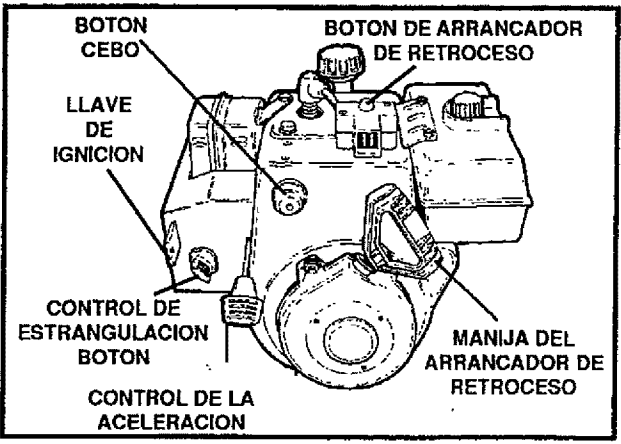

FIG. 3
- Para parar el motor, empuje la palanca de control de la aceleración a apagado (PARAR) y hable hacia afuera (NO ROTE) la llave de ignición (Vea la FIG. 3).